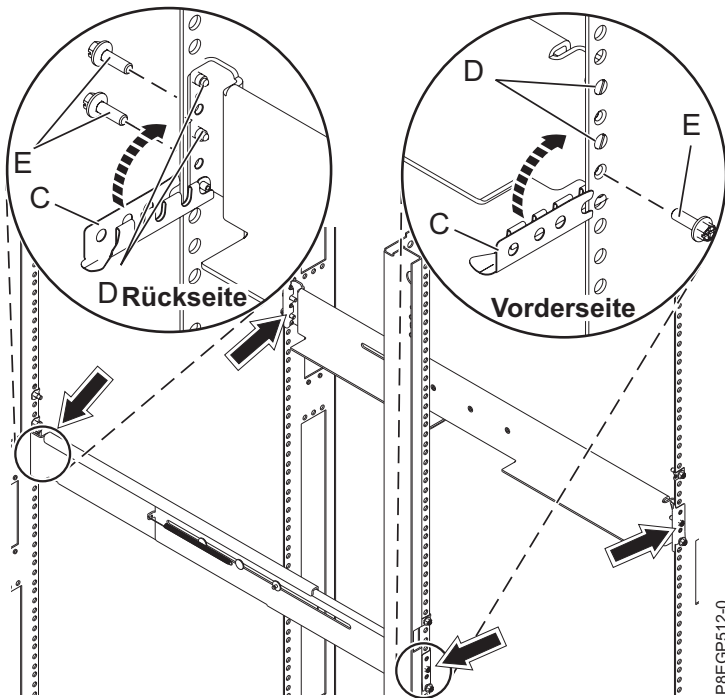

Abbildung 5. Schienen befestigen
- a. Ziehen Sie die rechte Schiene aus und setzen Sie die Schienenstifte **(D)** in die zwei untersten Bohrungen ein, die am Rack markiert sind, sodass die Schiene nach oben zeigt, siehe hierzu Abb. 5 auf Seite 8
- b. Drehen Sie die vordere Klemme **(C)** nach oben, um die Schiene zu fixieren, siehe hierzu Abb. 5 auf Seite 8.